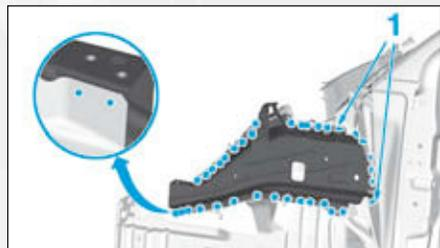

FIG.46
• Dépointer l'ensemble des points électriques de la doublure d'aile avant (Fig.46).
• Meuler les cordons MAG en (1).